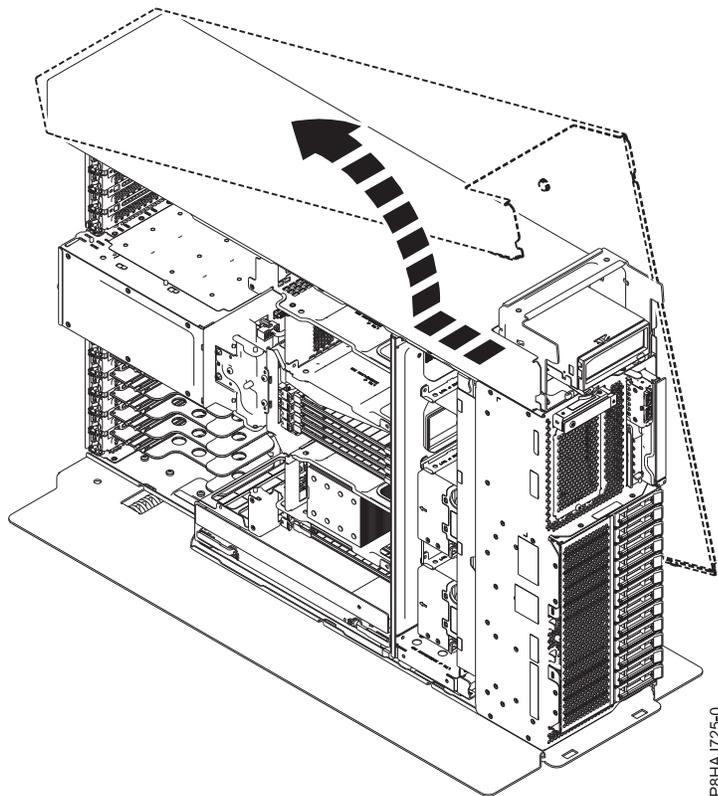

Figura 135. Remover a tampa lateral de 8286-41A
5. Deslize a tampa lateral para fora do sistema na direcção demonstrada em Figura 135.